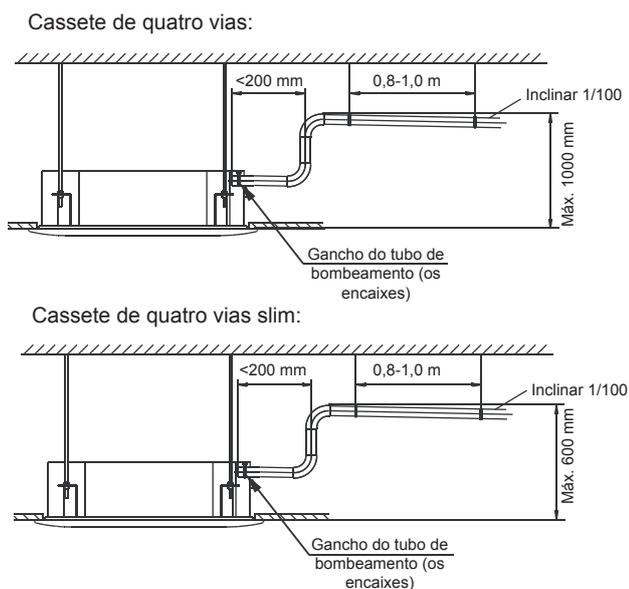

Fig. 6-2
7) No caso de a saída do tubo de drenagem ser superior ao tubo de ligação de bombeamento do corpo principal, o tubo de drenagem tem de ser posicionado verticalmente e de forma ascendente, utilizando uma ligação da saída de água para inclinação vertical, e a altura do tubo de drenagem tem de estar em relação à superfície do depósito de descongelação não mais do que 1000 mm (cassete de quatro vias) ou 600 mm (cassete de quatro vias slim), caso contrário o excesso de refluxo no encerramento conduzirá a um extravasamento (consultar Fig.6-2).